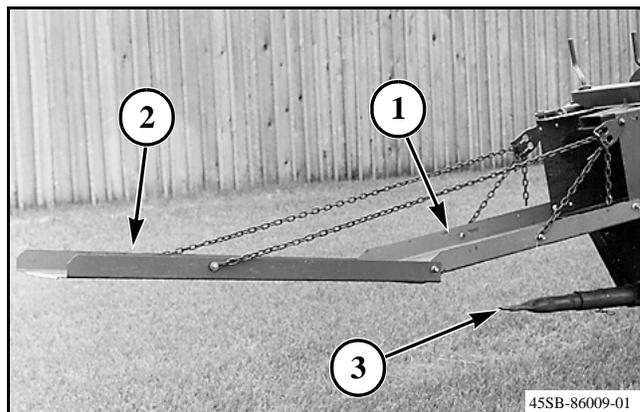

FIG. 20
FIG. 20: La rampa para fardos de descarga trasera (1) descarga los fardos directamente detrás de la enfardadora con el lado de corte del fardo y las cuerdas en el suelo.